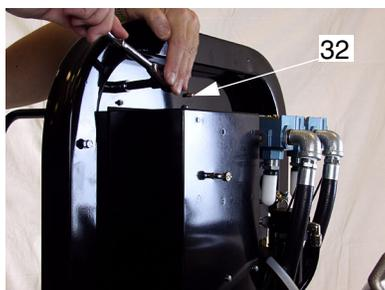
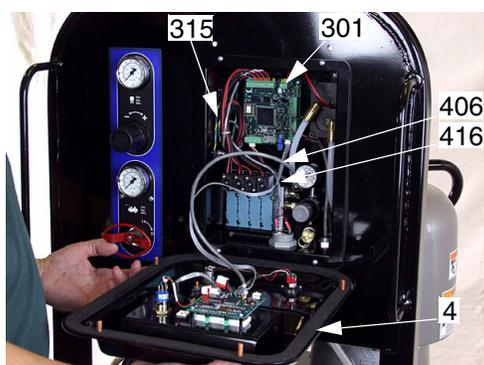

FIG. 7
FIG. 8
3. Saque las cuatro tuercas (32) y abra la cubierta del interfaz del usuario (4). FIG. 7–FIG. 8.
4. Para sacar completamente la tapa (4), desconecte el cable de conexión a tierra (315), los cables (416 y 406) de la tarjeta de circuito impreso (301). Vea las FIG. 8 y **Esquema eléctrico**, en la página 28.